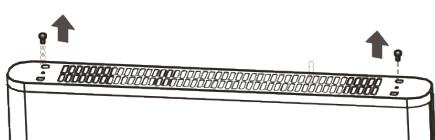

Bild 1
1. Enligt fig.1, vänd kroppen nedåt med botten uppåt, och skruva ut de övre skruvarna.